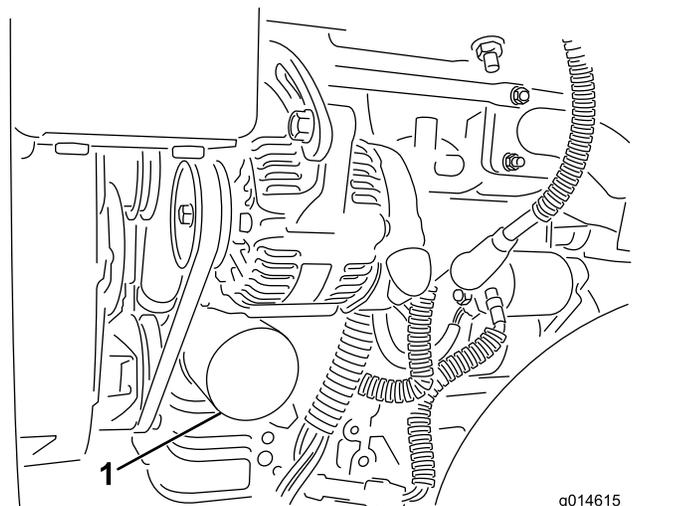

図 30
2. オイルフィルタ(図 30)を外す。新しいフィルタのガスケットに薄くエンジンオイルを塗る。